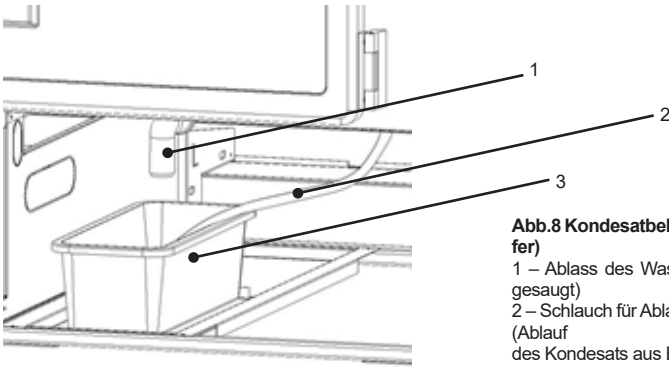

Abb.8 Kondensatbehälter (ohne Rotationsverdampfer)
9. Den Kondensatbehälter auf der Grundlage der Anlage unter dem Siphon gemäss Abb.8/3 (S.33) oder Abb.9/3 (S.33) stellen
Es ist empfohlen, einmal pro Monat soll der Betrieb der Anlage unterbrochen werden um das Innere der Anlage zu reinigen, natürlicher Reifbeschlag des Verdampfers, den Kondensator zu reinigen und die Türdichtungen zu prüfen. Ist die Anlage nicht mit dem automatischen Abdampfen des Kondesats nicht ausgestattet, soll das Kondesat vom Behälter entfernt werden, falls er befüllt wird. Abb.8 (S.33). Die Anzahl (Häufigkeit) dieser Verfahren hängt von der Betriebsbedingungen der Anlagen (u.a. Luftfeuchtigkeit, wie oft die Türen geöffnet werden, Menge und Temperatur der einzulegenden Waren) ab.